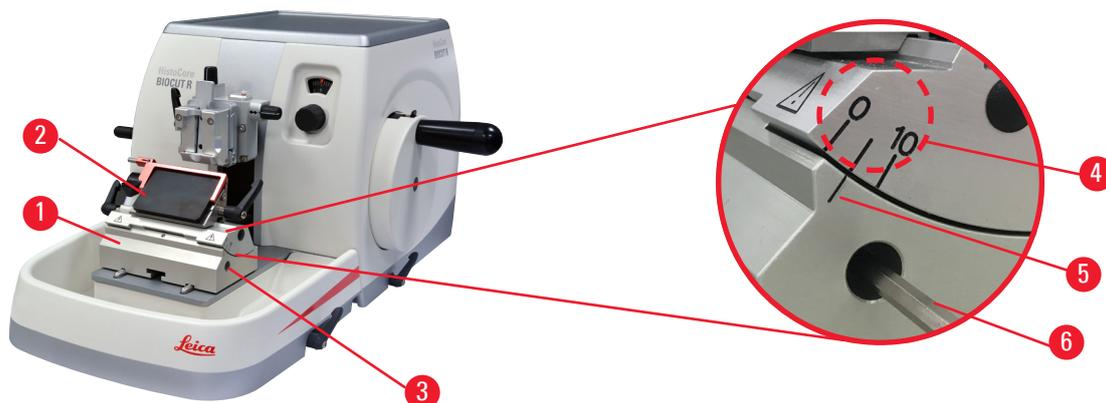

図 22
2. 希望する逃げ角のインデックスマークがナイフホルダーベースの基準マークと一致するまで 2 in 1 ナイフホルダー E を動かします。拡大図 (→「図 22」) は 5°の逃げ角設定を示しています。